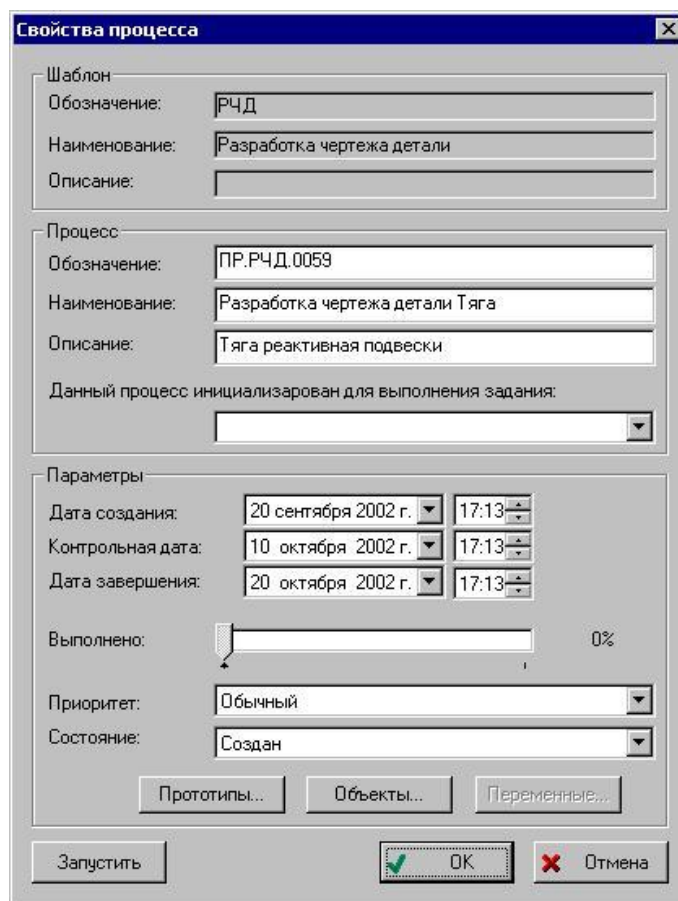
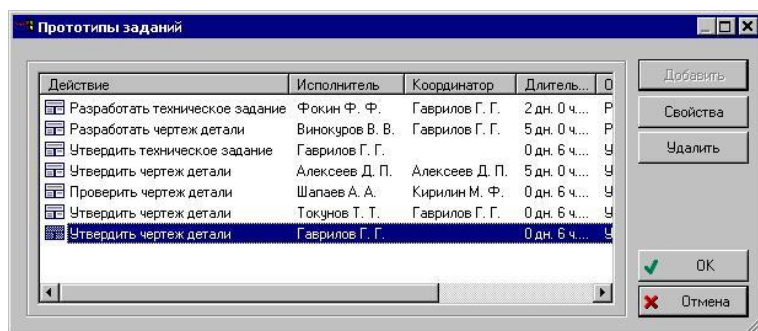

Рисунок 22. Свойства процесса
Рисунок 26. Список прототипов заданий процесса
После этого появится диалоговое окно (Рисунок 22), в котором необходимо задать свойства создаваемого процесса. Также желательно создать прототипы заданий (пункт 5.3.4), которые уточняют параметры выполнения задания:
– Кнопка «Свойства» - выводит диалоговое окно (Рисунок 22) редактирования параметров созданного процесса.
Для редактирования параметров прототипов заданий необходимо нажать на кнопку «Прототипы...» в диалоговом окне «Создание нового процесса» (Рисунок 22). В появившемся диалоговом окне задать необходимые параметры (Рисунок 26):
Для добавления рабочих объектов в процесс в диалоговом окне «Создание нового процесса» (Рисунок 22) необходимо нажать на кнопку «Объекты...». После этого появится диалоговое окно списка рабочих объектов:
Для просмотра свойств процесса контекстном меню выбрать пункт «Свойства...» или нажать на кнопку  панели инструментов. После этого появится диалоговое окно свойств процесса (Рисунок 22).